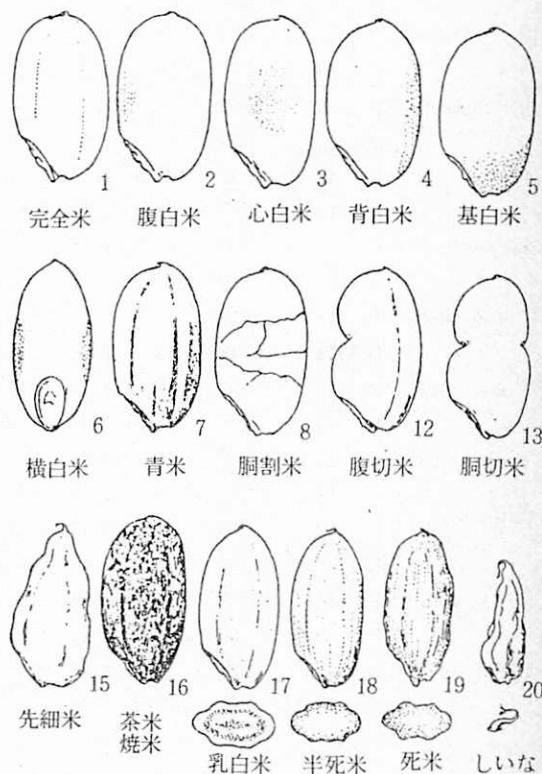

図6 玄米の形質2)
②容積重；一定容積に対する米粒の重量のことであり、かさ密度などの言葉の意味と同等のものである。農産物検査法によれば、容積1ℓに対する米粒の重量、すなわちg/ℓで表わされる。標準的な測定は、食糧庁規格によるブラウエル穀粒天秤により測定される。日本型の穀で540～570g/ℓ、玄米で790～840g/ℓが一般的である。なお、生産地の条件を考慮し、北海道その他の地域では4～6g/ℓ程度規格値を小さくしている。
③玄米の形質；玄米の形質は、図6に示すような形態的特徴に基づいて評価される。2)ここで、被害粒とは、成熟の途中あるいは収穫後、昆虫、かび、細菌または物理的要因による障害などによって損傷を受けた米粒のことであり、図中の胴割米、腹切・胴切米、先細米、茶米、焼米、乳白米、半死・死米、しいな等が該当する。特に死米および茶米・焼米等の着色粒は、精米処理後の品質に及ぼす影響が大きいと考えられ、被害粒の分類から分離して表示するよう規定されている。また、玄米中に混入している他の穀粒を異種穀粒といい、異物とは、穀粒以外の物質のことである。なお、腹白・心白米は、飲用としての精米では外観を損うと考えられ好まれないが、酒造米としては、心白米の多い米が好まれる。
④精米の形質；精米粒については、玄米の場合とは異なり、商品性を考慮し、外観に影響する性状が定められている。表の粉状質粒、被害粒、着色粒、碎粒の4項目についてその混入率が等級別に規定されている。粉状質粒とは、粒質が粉状の粗いものをいう。被害粒は、汚染あるいは損傷を受けたもので玄米の場合に準